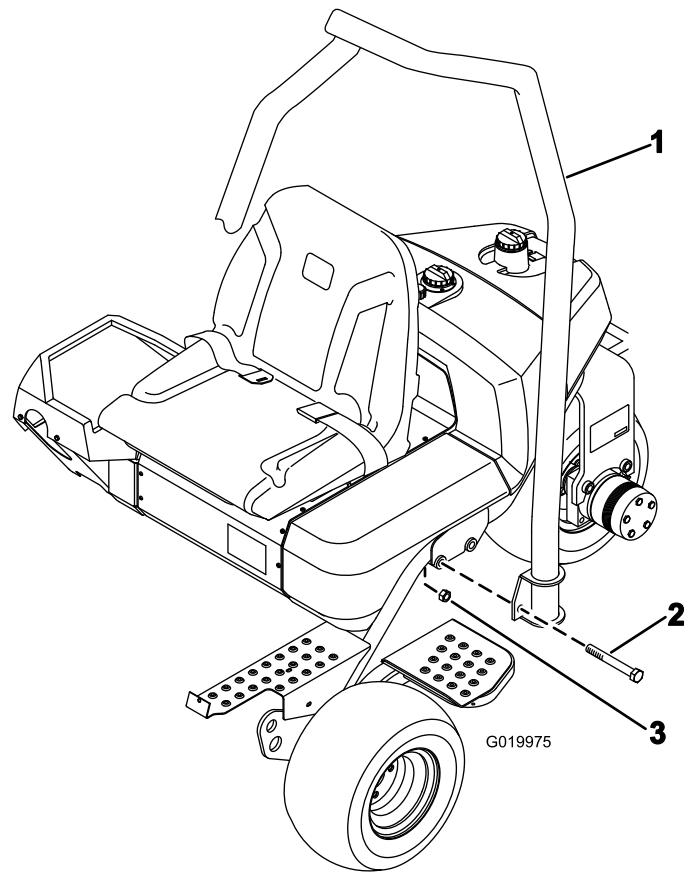

图 7
2. 将翻车保护杆放低到机架上使其与安装孔对齐图 7。
3. 如图 7 所示用 2 个螺栓 $\frac{5}{8}$ x 4 $\frac{1}{2}$ 英寸和锁紧螺母将翻车保护杆的两侧固定到机架上。
1. 调整翻车保护杆的位置使钢管的顶部弯向机器前面图 7。